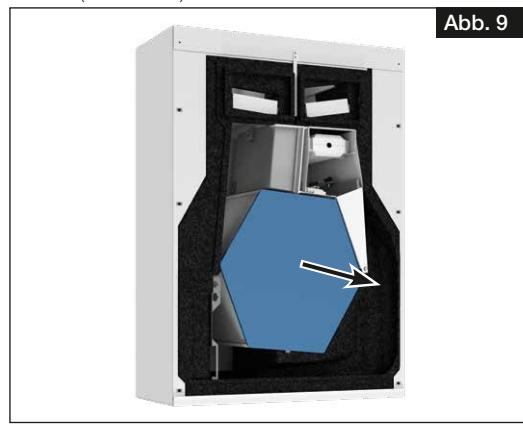

Abb. 9
- 2. Zur Reduzierung des Gewichts den Wärmetauscher aus dem Gerät entnehmen (s. Abb. 9).